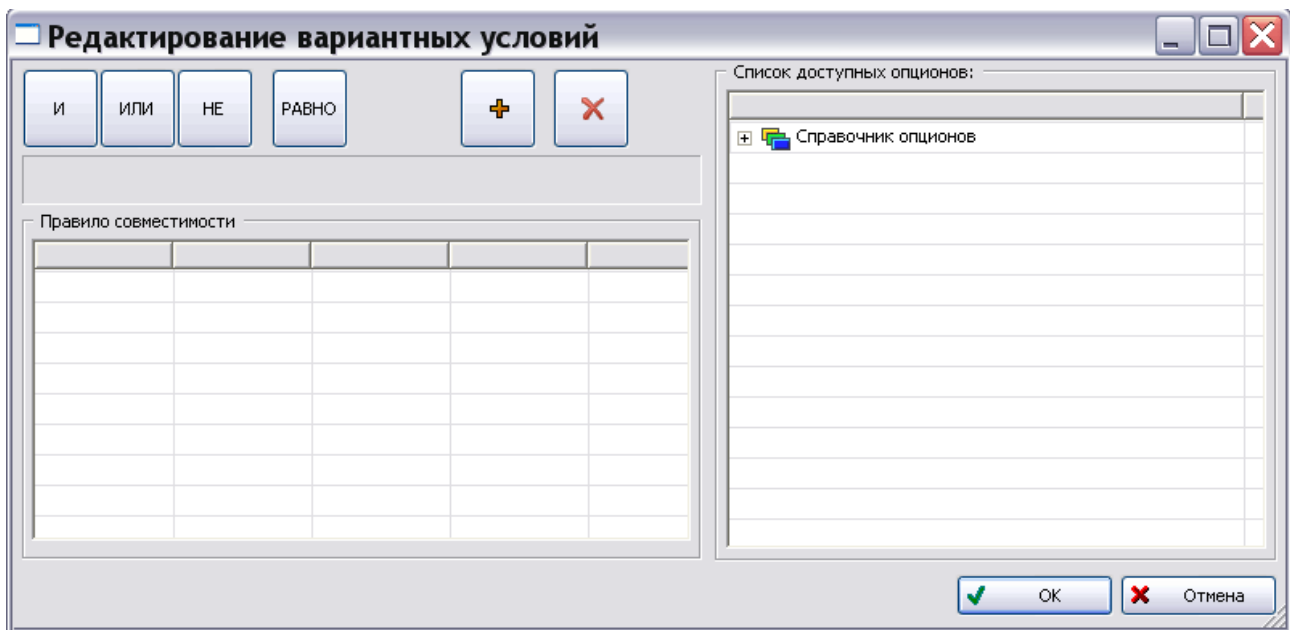

Рис. 65
5. Выделите элемент структуры, например «8MT.6400.000-02 : Установка двигателей ТВ3-117ВМс.02» (Рис. 64). Нажмите на кнопку **Свойства** . После этого откроется окно **Редактирование вариантных условий** (Рис. 65).